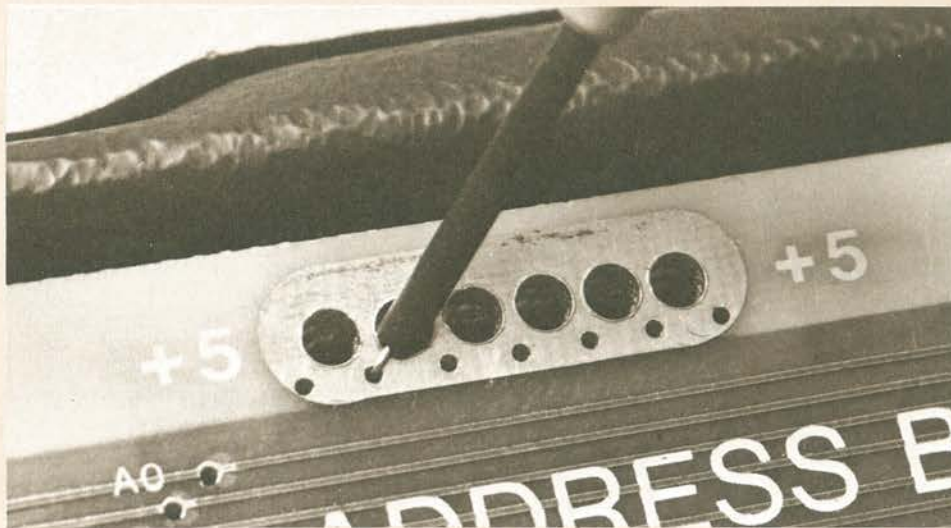

Figura 16-2. Come si usano gli «uncini» per collegare la sonda ai fori di alimentazione del  $\mu$ Lab
- C) Nella Figura 16-2 è illustrato come gli «uncini» metallici delle pinzette a molla possano essere inseriti nei fori di alimentazione (uno grande e uno piccolo) presenti sul  $\mu$ Lab. Questi fori si trovano lungo il bordo superiore della scheda del Microprocessor Lab. Collegate il filo rosso di alimentazione della sonda ad una delle coppie di fori di destra (+5) e il filo nero ad una delle coppie di fori di sinistra ( $\downarrow$ ). Notate che la lampada sul puntale della sonda è poco illuminata, indicando così un cattivo livello di segnale o un circuito aperto (floating, fluttuante).